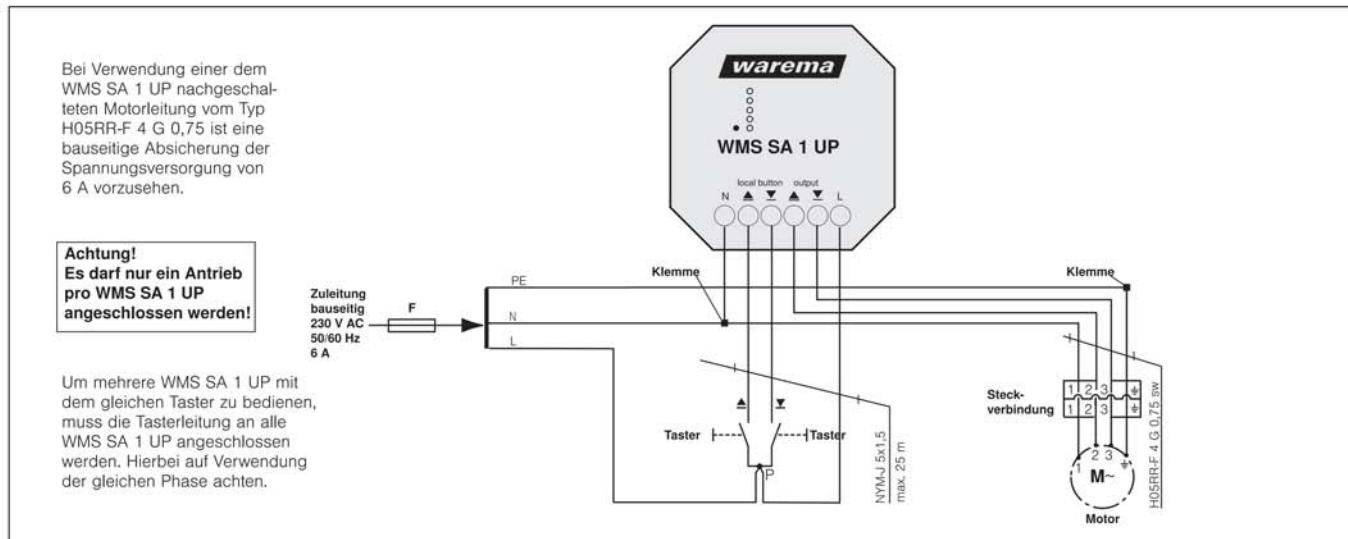
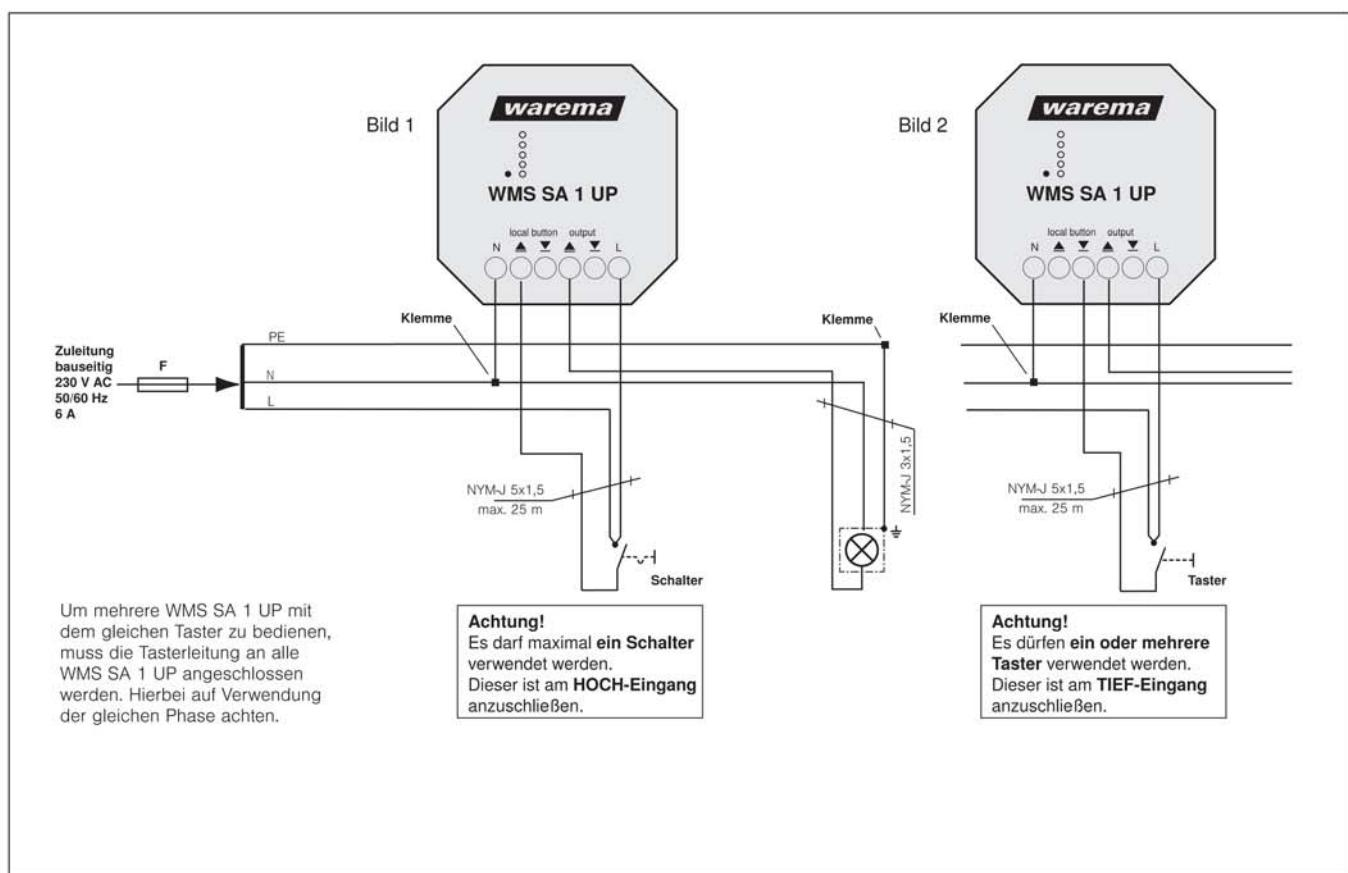

Abb. 2 Anschlussbeispiel Motor
Abb. 3 Anschlussbeispiel Licht
**i** Alle weiteren Informationen zum elektrischen Anschluss sind den Anschlussplänen zu entnehmen (siehe Abb. 2 auf Seite 6 und Abb. 3 auf Seite 6).